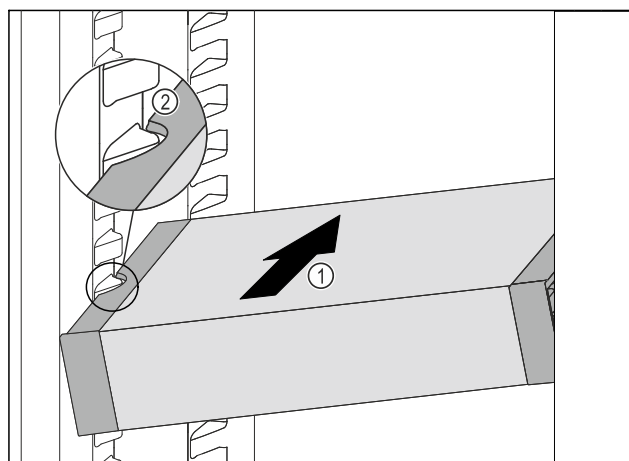

Fig. 107
- ▶ Împingeți VarioSafe oblic în frigider Fig. 107 (1), până când degajările laterale Fig. 107 (2) ale VarioSafese află la înălțimea nervurii recipientului din frigider.